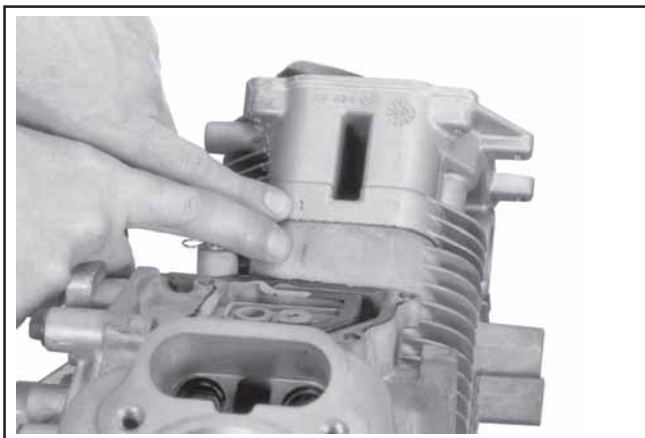

Figura 11-32. Numeri corrispondenti su barilotto del cilindro e testata.
NOTA: Gli alzavalvole idraulici devono sempre essere reinstallati nelle stesse posizioni. Gli alzavalvole di scarico si trovano sul lato dell'albero di uscita (coppa dell'olio) del motore, quelli di aspirazione sul lato della ventola del motore. Il numero della testata è stampigliato all'esterno di ogni testata. Vedere Figura 11-32.
NOTA: I numeri stampigliati su testate e carter devono corrispondere. Vedere Figura 11-32.
5. Installare la testata. I numeri stampigliati su testate e carter devono corrispondere. Vedere Figura 11-32. Accertarsi che la testata sia orizzontale su guarnizione e perni.